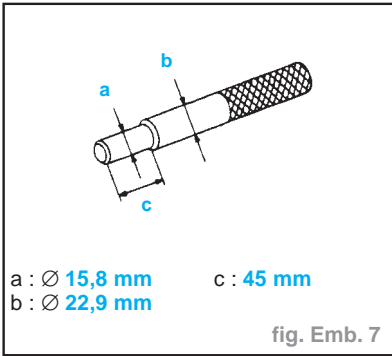

fig. Emb. 7
- Utiliser pour le centrage, la barre d'alignement d'embrayage (outil **ST20630000**) (fig. Emb.7).